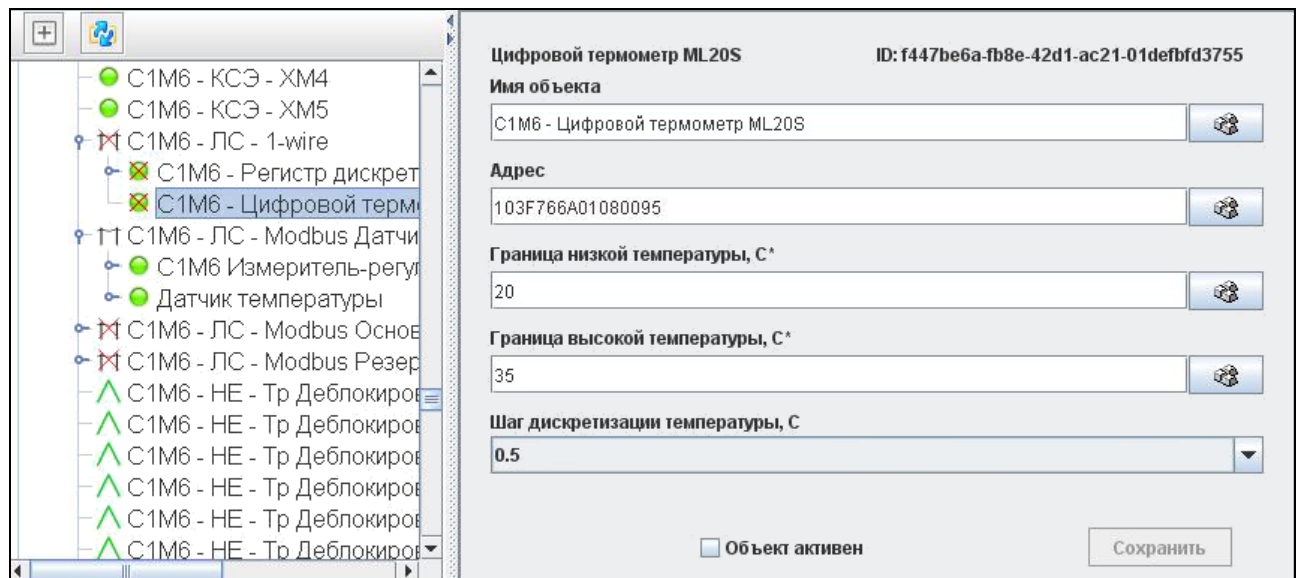

Рисунок 43 — Элемент «Цифровой термометр ML20S»
3.10.20.1. Цифровой термометр на основе микросхемы DS18S20 (ЭЛИН-ML20S) (рис. 43).